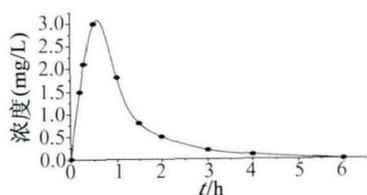

图1 单剂量给药血药浓度曲线
2.1 给药血药浓度曲线 以文献^[2]数据为例, 输入药物浓度-时间数据, 点击 plot/Line + Symbol 即可得药时曲线图 (图 1)。